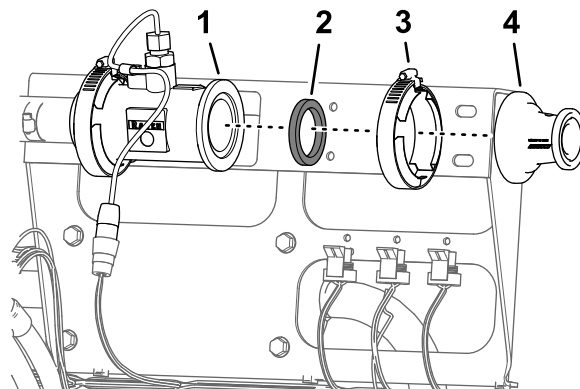

図 71
6. アダプタのフランジ部をフローメータのフランジに固定しているフランジクランプ 51mmとガスケット 38mmを取り外す 図 71。